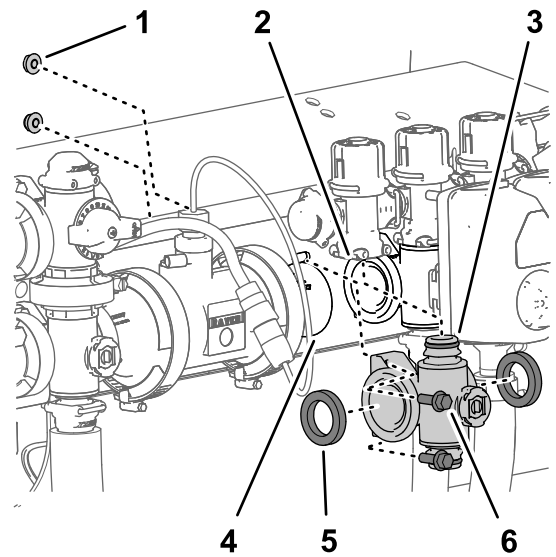
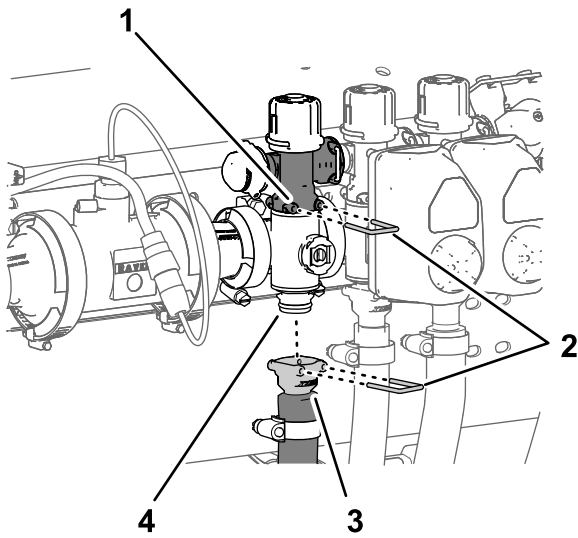

Figura 127
Figura 128
1. Alinee las 2 juntas que retiró en Retirada del distribuidor de sección \(página 89\) con las bridas del distribuidor de la válvula de sección (Figura 127).
2. Alinee la breda del distribuidor de la válvula de sección entre las bridas de las otras válvulas de sección y/o los adaptadores de acoplamiento (Figura 127).
3. Conecte el acoplamiento rápido del distribuidor de la válvula de sección al acoplamiento rápido hembra de la válvula de desvío de sección con una grapa (Figura 127 y Figura 128).
(Figura 127) con los 2 pernos con arandela prensada ($\frac{1}{4}$ " x $\frac{3}{4}$ "") y las 2 contratuercas prensadas ($\frac{1}{4}$ "") que retiró en Retirada del distribuidor de sección \(página 89\).
- Monte el acoplamiento rápido de la manguera de sección en el acoplamiento rápido del distribuidor de la válvula de sección con la grapa (Figura 128).